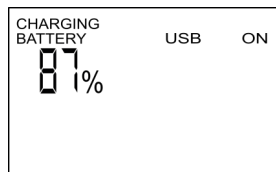

Figura 5: Livello di carica
Inserire la spina di ricarica del caricatore a spina (pos. 15 dello schema) nella presa di ricarica del Powerpack (pos. 12 dello schema). Quindi collegare il caricabatterie a una presa di alimentazione a 230 V. Il processo di ricarica si avvia. Lo stato della batteria si può verificare sul display del Powerpack (pos. 11 dello schema), figura 5. Nel caso in cui si dovesse ricaricare il Powerpack senza poterlo sorvegliare, posizionarlo per la ricarica su una base resistente al calore (pietra, piastrelle o piastra metallica). Allontanare tutti gli oggetti infiammabili nel raggio di un metro.